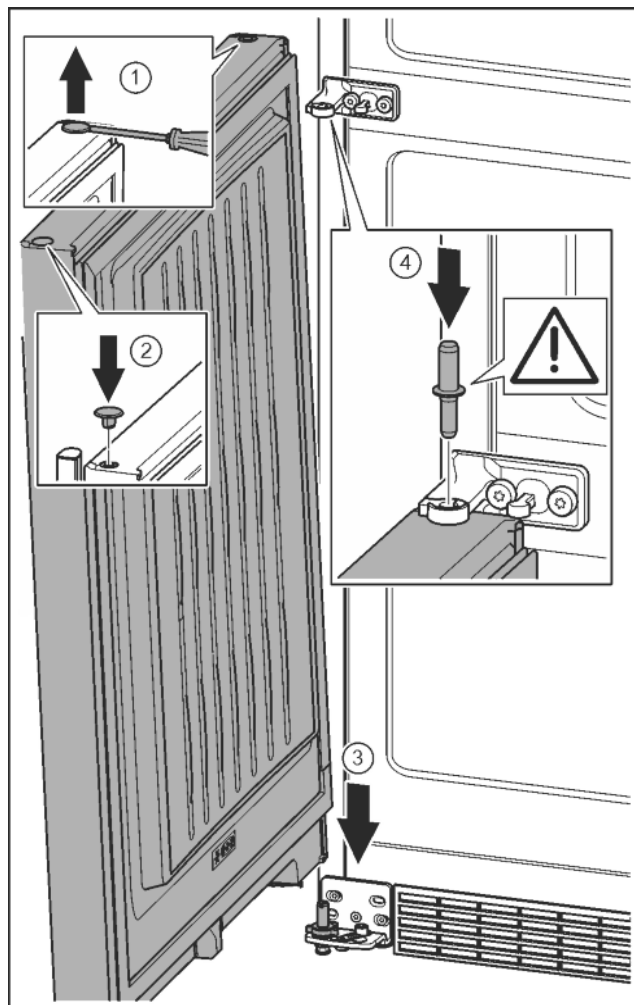

Fig. 22
- ▶ За допомогою шліцевої викрутки обережно підніміть пробку та витягніть її. Fig. 22 (1)
- ▶ Знову вставте пробку з іншого боку дверцят. Fig. 22 (2)
- ▶ Встановіть дверцята зверху на нижній опорний гвинт. Fig. 22 (3)
- ▶ Середній опорний гвинт встановіть в нижні дверцята через середній опорний кронштейн. При цьому виступ фіксатора повинен бути спрямований назад. Fig. 22 (4)